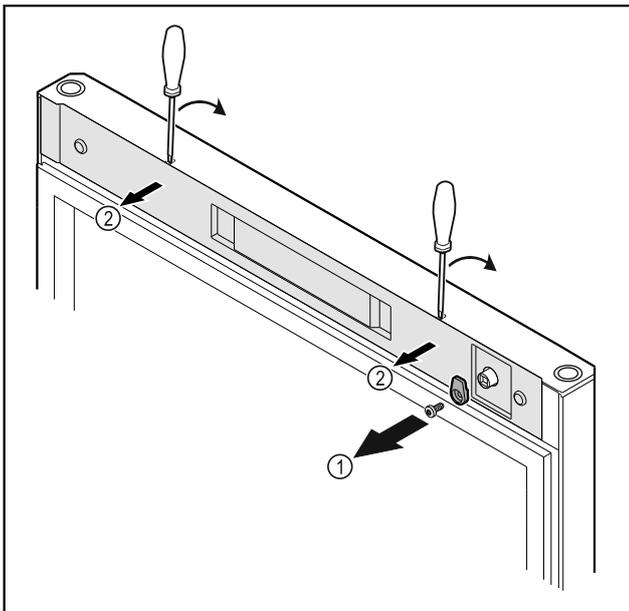

Fig. 19
- Desatornille el gancho de cierre Fig. 19 (1).
- Desencaje la cubierta Fig. 19 (2) con un destornillador pequeño y retírela.